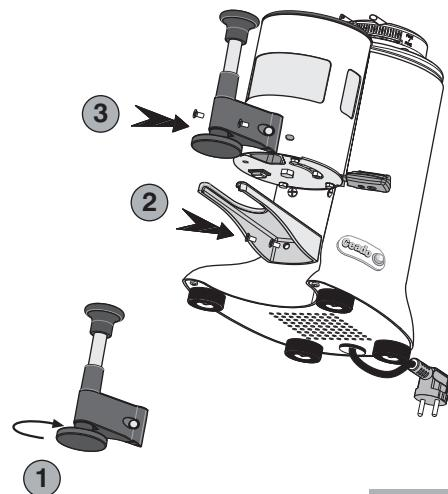

Fig. 14
- 2** Seleccionar el diámetro del prensador apto (53, 54,5 o 57,5 mm) para el portafiltro de la máquina para café en su poder y fijarlo a la varilla del prensador telescopico (1, Fig. 14).
- 3** Posicionar la horquilla de apoyo larga suministrada junto con el prensador telescopico y fijarla utilizando los mismos tornillos de fijación de la horquilla corta desmontada anteriormente (2, Fig. 14).
- 4** Posicionar el prensador telescopico y fijarlo utilizando los tornillos en dotación (3, Fig. 14).